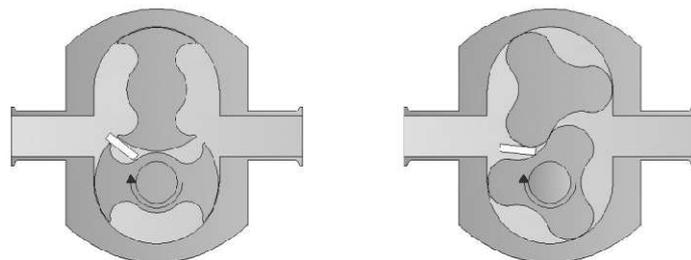

Figure 19 - Serrer le boulon du rotor (rotor inférieur)
- Bloquer les rotors de la pompe avec une entretoise douce (Figure 19) - Un bloc en plastique (180) est fourni avec la pompe pour cet usage.